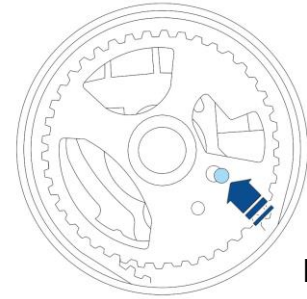

Fig. 1
- Verificare che la spina di bloccaggio dell'albero a camme sia inserita correttamente (Fig.1).